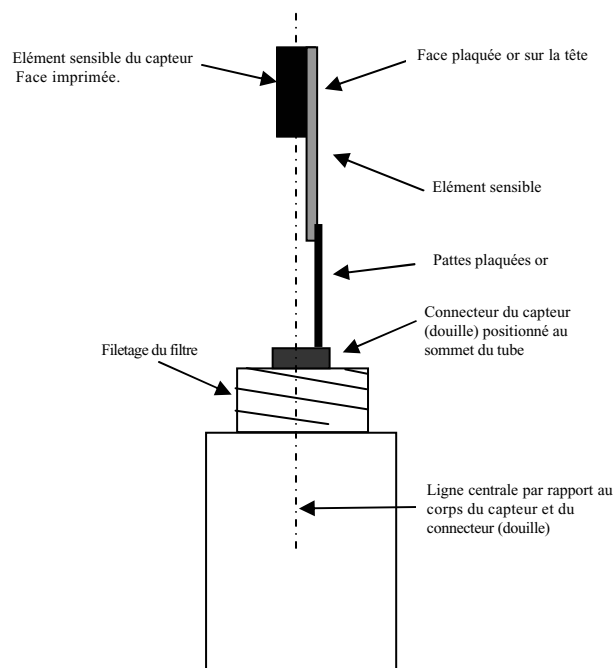
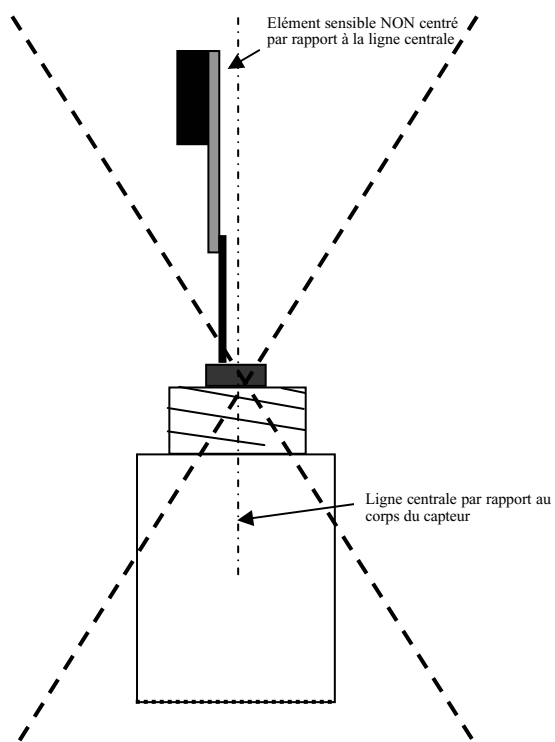

Figure 5a Mise en place correcte de l'élément sensible (vue de profil)
Figure 5b Mise en place incorrecte de l'élément sensible (vue de profil)
- La figure 5a montre l'orientation correcte, lorsque la figure 5b montre l'orientation incorrecte.